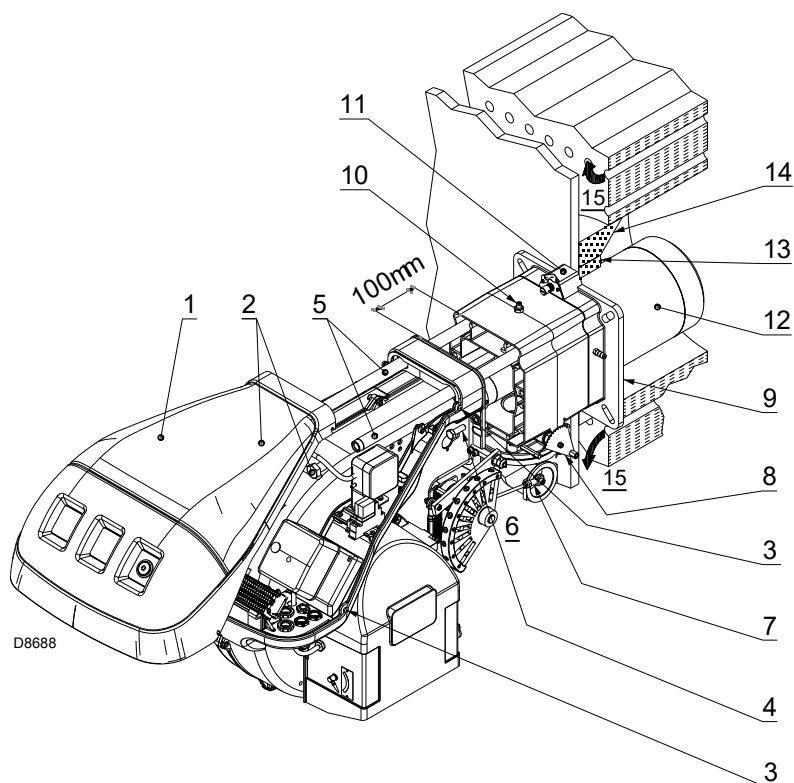

图 13
燃烧筒 12)(图 13) 长度的选择必须符合锅炉制造商的要求，在任何情况下都应长于锅炉炉门安装炉补后的厚度。
带前烟道 15)(图 13) 或中心回焰式炉膛的锅炉其使用耐火材料制成的保护性炉补 13) 必须装于锅炉炉补 14) 和燃烧筒 12) 之间。
从燃烧器上取下燃烧头，如图 13 所示。
一旦上述操作（如必要）已经完成，固定法兰 11)(图 13) 到锅炉钢板，并在中间插入随附的隔热垫 9)(图 13)。
- 将燃烧器重新装回到滑杆 3) 上，距管路连接处 4) 约 100mm，此时燃烧器位置如图 13 所示；